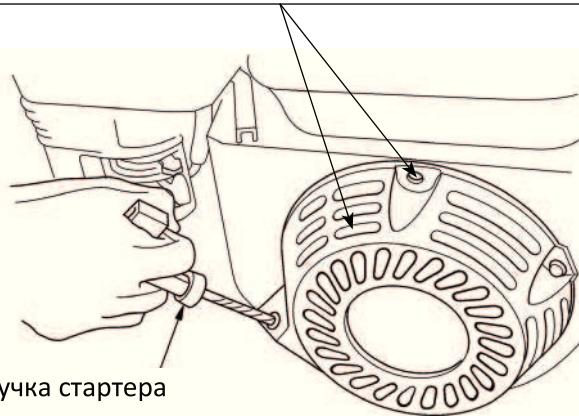

Рис.19
7. Потяните за рукоятку стартера до тех пор, пока вы не почувствуете сопротивление. Продолжайте тянуть рукоятку стартера до тех пор, пока отметка на шкиве стартера не совпадет с отверстием на кожухе стартера (см.Рис.19). В этом положении впускной и выпускной клапан двигателя закрыты. Таким образом, вы предохраните двигатель от внутренней коррозии